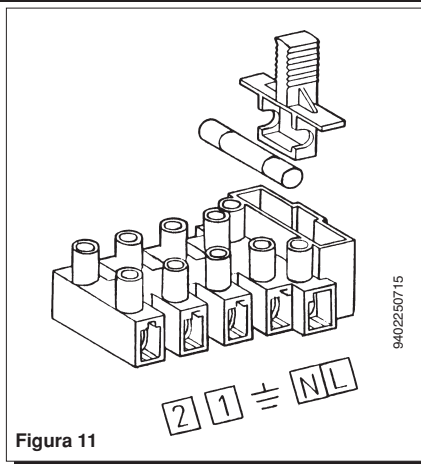

Figura 11
- accedere alla morsetteria di alimentazione (figura 11) come descritto al capitolo precedente;
- togliere il ponticello presente sui morsetti (1) e (2);
- acceder al tablero de bornes de alimentación (figura 11) como descrito en el capítulo precedente;
- remover el puente sobre los bornes (1) y (2);